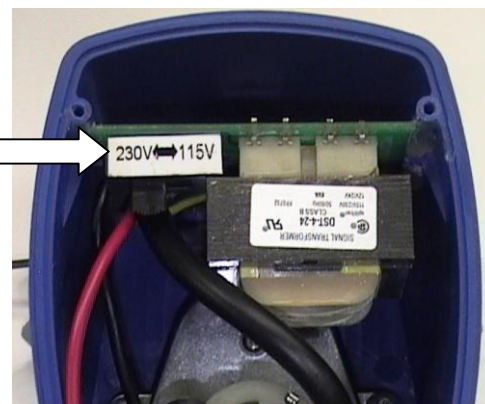

Figura 1. Interruptor de voltagem
2. **Apenas para Controles O-RDV/SDV:** Esse controle possui um interruptor para selecionar a voltagem adequada. Esse dispositivo vem configurado de fábrica para 230V. Para alterar a voltagem para 115V, remova o painel traseiro do controle. Mova o interruptor da posição 230V para 115V, conforme mostrado na Figura 1. Recoloque o painel traseiro.